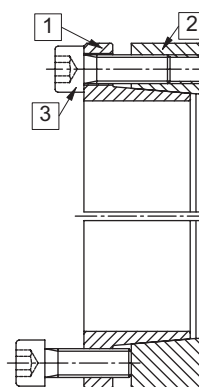

Fig 1
- 2 Lossa samtliga skruvar minst två varv och flytta över minst två skruvar till avdragargångorna i den inre tryckringen (del 1) för att trycka isär konerna för att på ett enklare sätt kunna montera elementet (se fig. 1).